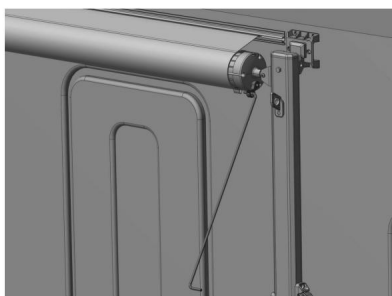

Figura D3
4.1.2 Agganciare la leva a cricchetto sul coperchio terminale del rullo con la bacchetta di trazione, delicatamente spostare la leva a cricchetto nella direzione della freccia e cambiare la direzione del nottolino in "aperto" (Figura D3).